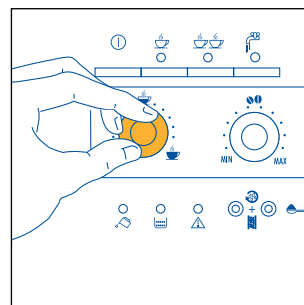

Fig.8
- 3) Com o botão do lado esquerdo (fig. 8), defina a quantidade de café desejada. Quanto mais rodar para a direita, mais cheio será o café obtido. Na primeira utilização, é necessário fazer várias tentativas e tirar mais do que um café, a fim de encontrar a posição correcta do botão.